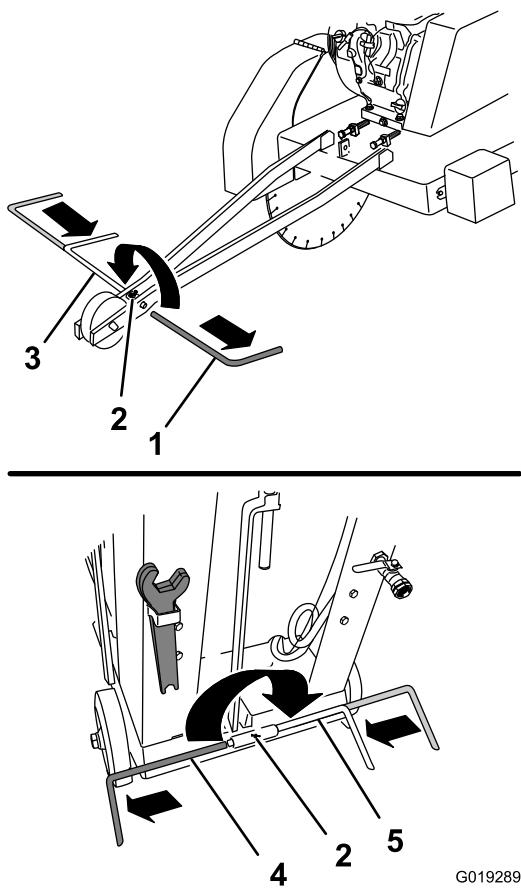

Figura 36
- Afloje el tornillo de cabeza moleteada que sujetla la guía delantera a la horquilla de la guía (Figura 36).
- B. Retire la guía del tubo transversal de la horquilla de la guía e insértela en el tubo transversal en el otro lado de la horquilla (Figura 36).
- A. Afloje el tornillo de cabeza moleteada que sujetla la guía en el tubo transversal en la base de la máquina (Figura 36).
- B. Retire la guía del tubo transversal e insértela en el otro extremo del tubo transversal (Figura 36).